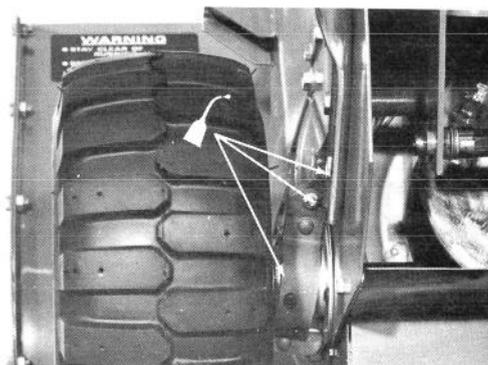

Figure 28
2. Lubrifiez les pivots des deux embrayages de roues avec deux gouttes d'huile (Fig. 28). Essuyez tout excédent d'huile.